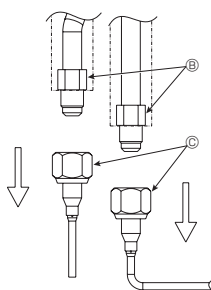

Fig. 3-17
- (5) Desserrer l'écrou du côté de la tuyauterie en forme de L à l'aide de deux clés, puis déposer la tuyauterie Ⓒ et la mettre au rebut. (Tuyau d'entrée d'eau et tuyau de sortie d'eau) (Fig. 3-17)